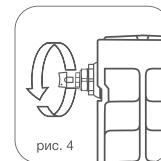

рис. 4
- 7.4. Для удаления воздуха из радиатора в верхний коллектор обязательна установка крана Маевского\* или автоматического воздухоотводчика. Для удаления воздуха через кран Маевского необходимо периодически (несколько раз в год) вручную стравливать его с помощью специального ключа\* (рис. 4)